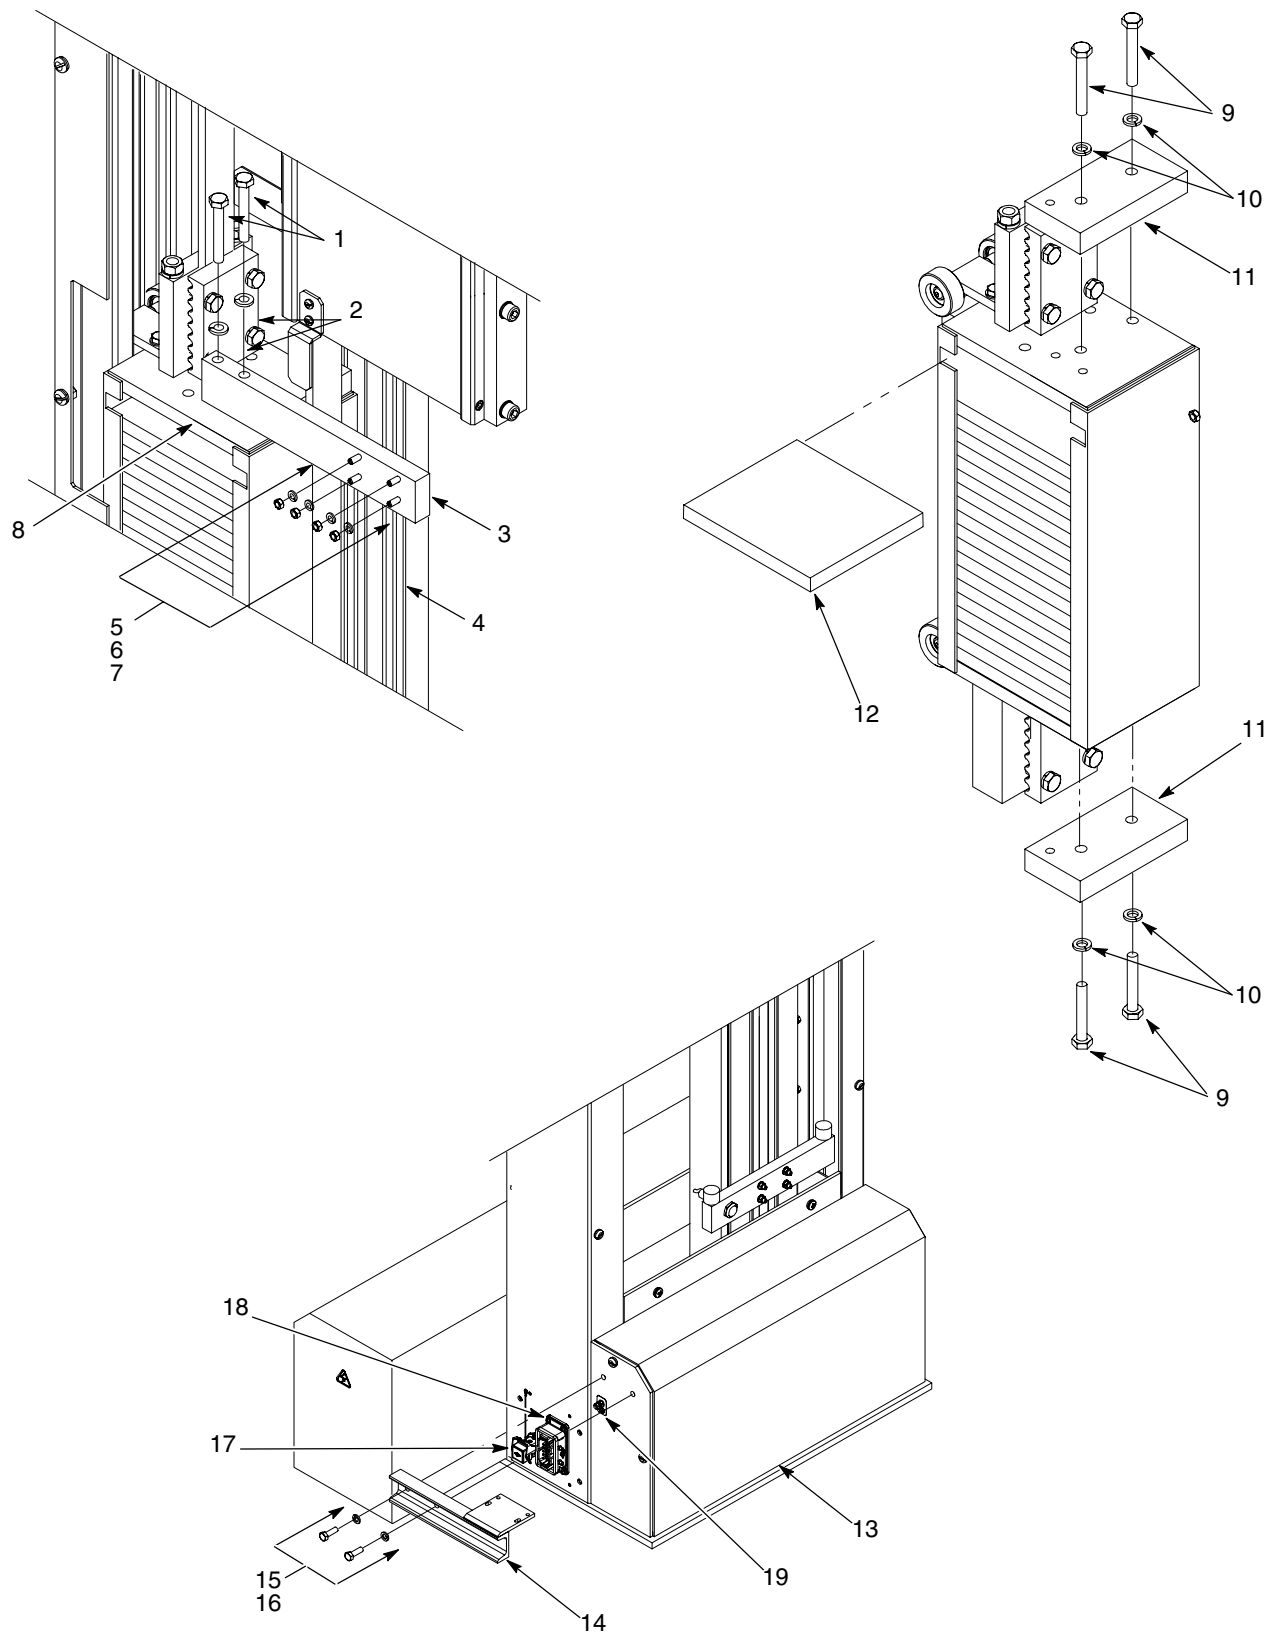

Fig. 5 Installation des composants fournis
1. Voir la figure 5. Retirer les vis (1) et les rondelles freins (2) qui fixent le bras de verrouillage du chariot (3) à la cage à contrepoids (8).
4. Voir la figure 5. Raccorder le câble moteur/contrôleur au connecteur du moteur (17) qui se trouve à l'arrière du mécanisme de va-et-vient.
5. Raccorder le câble capteur / interface codeur-contrôleur au connecteur du capteur (18) qui se trouve à l'arrière du mécanisme de va-et-vient.
6. Raccorder un fil de mise à la terre entre le châssis de la cabine de pulvérisation et la borne de terre (19). Ce fil de terre peut également être raccordé à la borne de terre de la base du positionneur d'entrée/sortie.